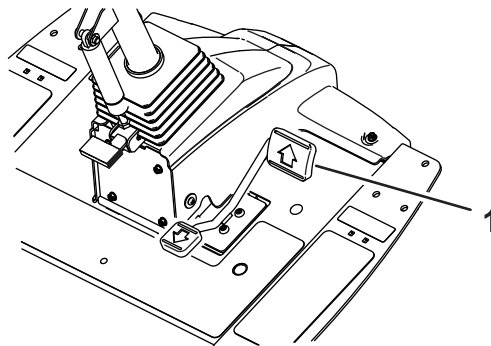
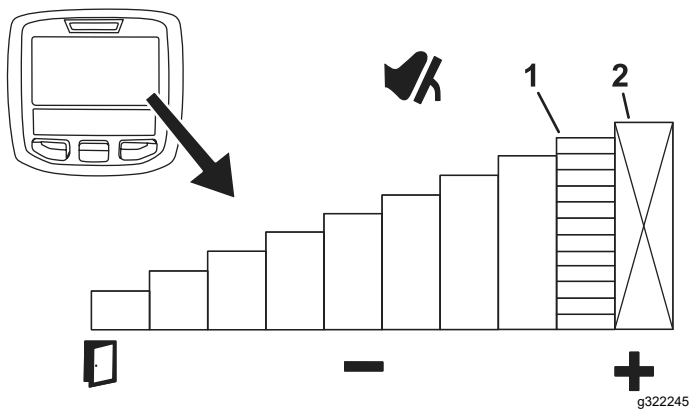

Figura 46
**Figura 47**
Para establecer temporalmente la velocidad máxima de la máquina, pise el pedal de tracción a fondo hacia adelante (Figura 46). Puede establecer una velocidad independiente para los intervalos de siega y transporte (Figura 47).
- Para acceder a esta función, seleccione el botón central del InfoCenter en la pantalla principal (Figura 47).